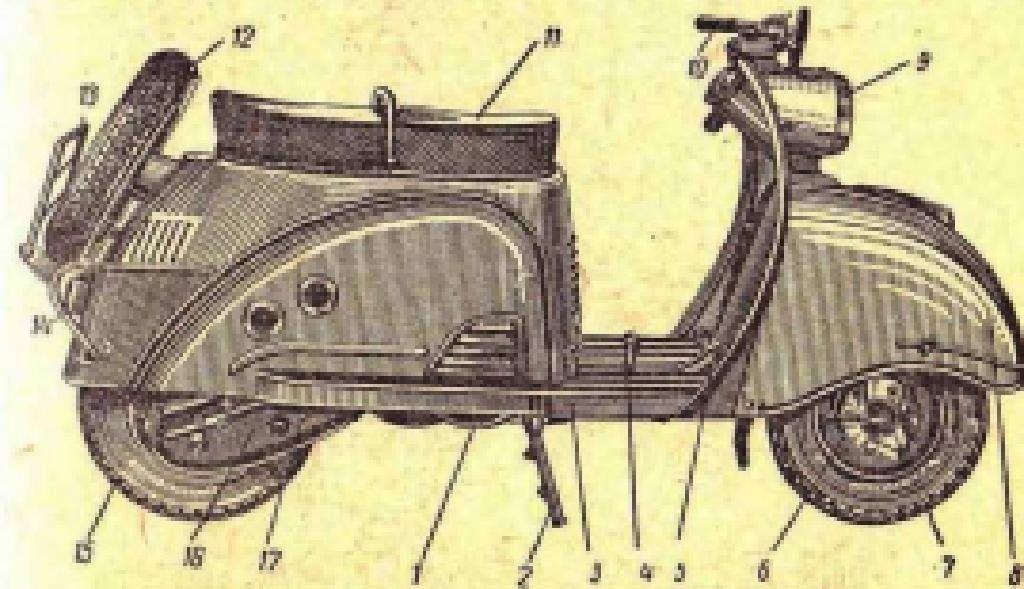
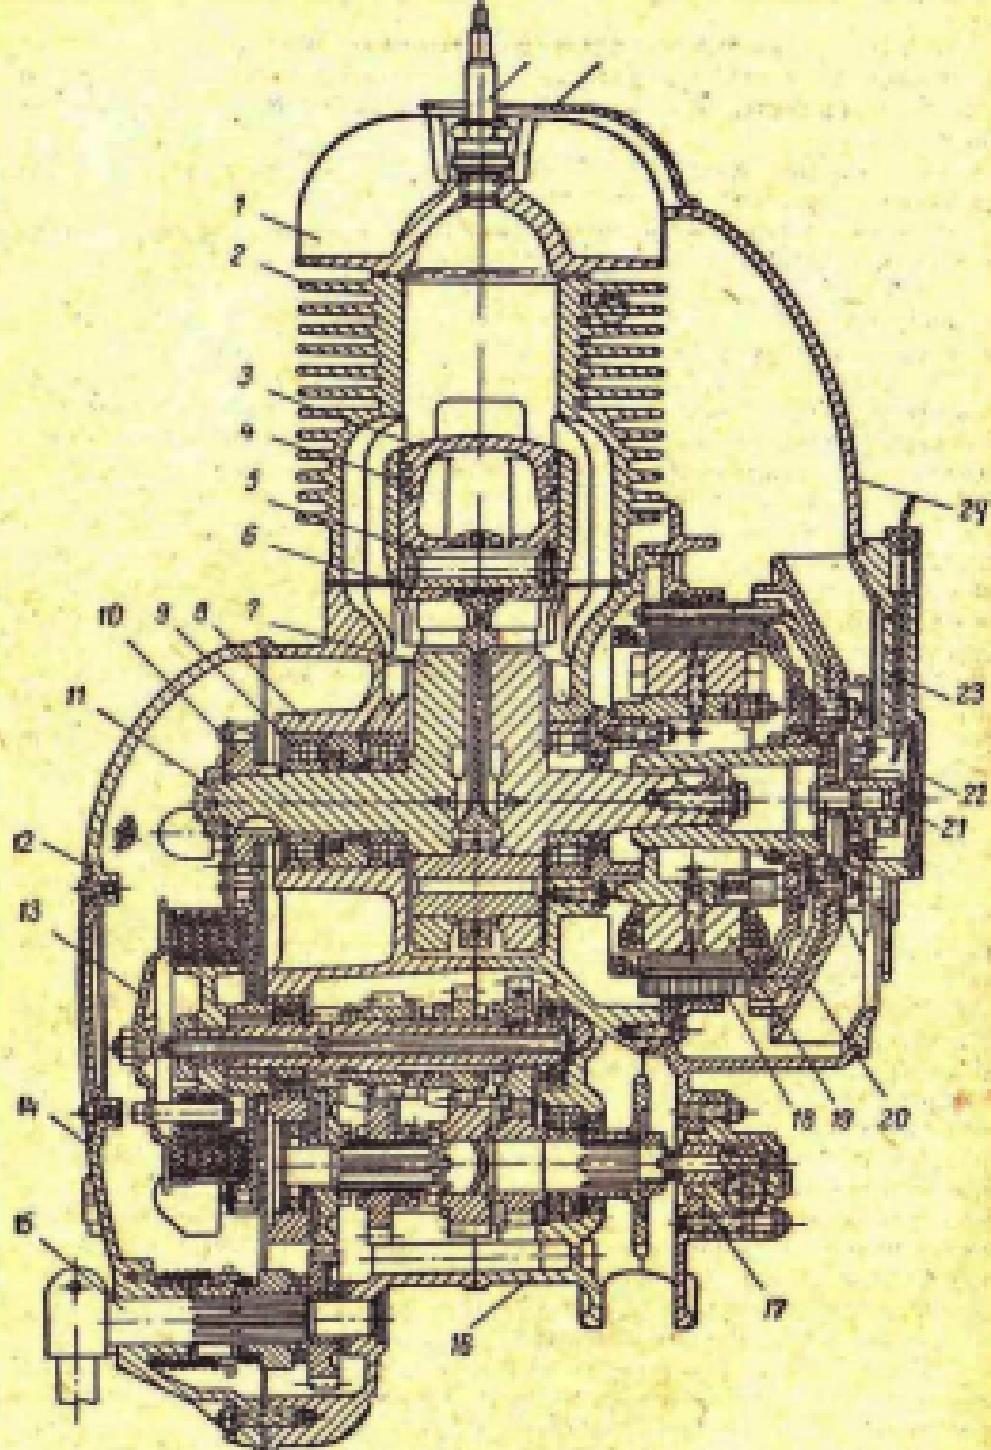

Рис. 132. Мотороллер Т-200:
Рис. 133. Двигатель мотороллера „Туз“:
**Двигатель.** На мотороллере Т-200 (рис. 132) установлен однцилиндровый двухтактный двигатель (рис. 133) с кривошипно-качевой продувкой и принудительным воздушным охлаждением мощностью 8 л. с.